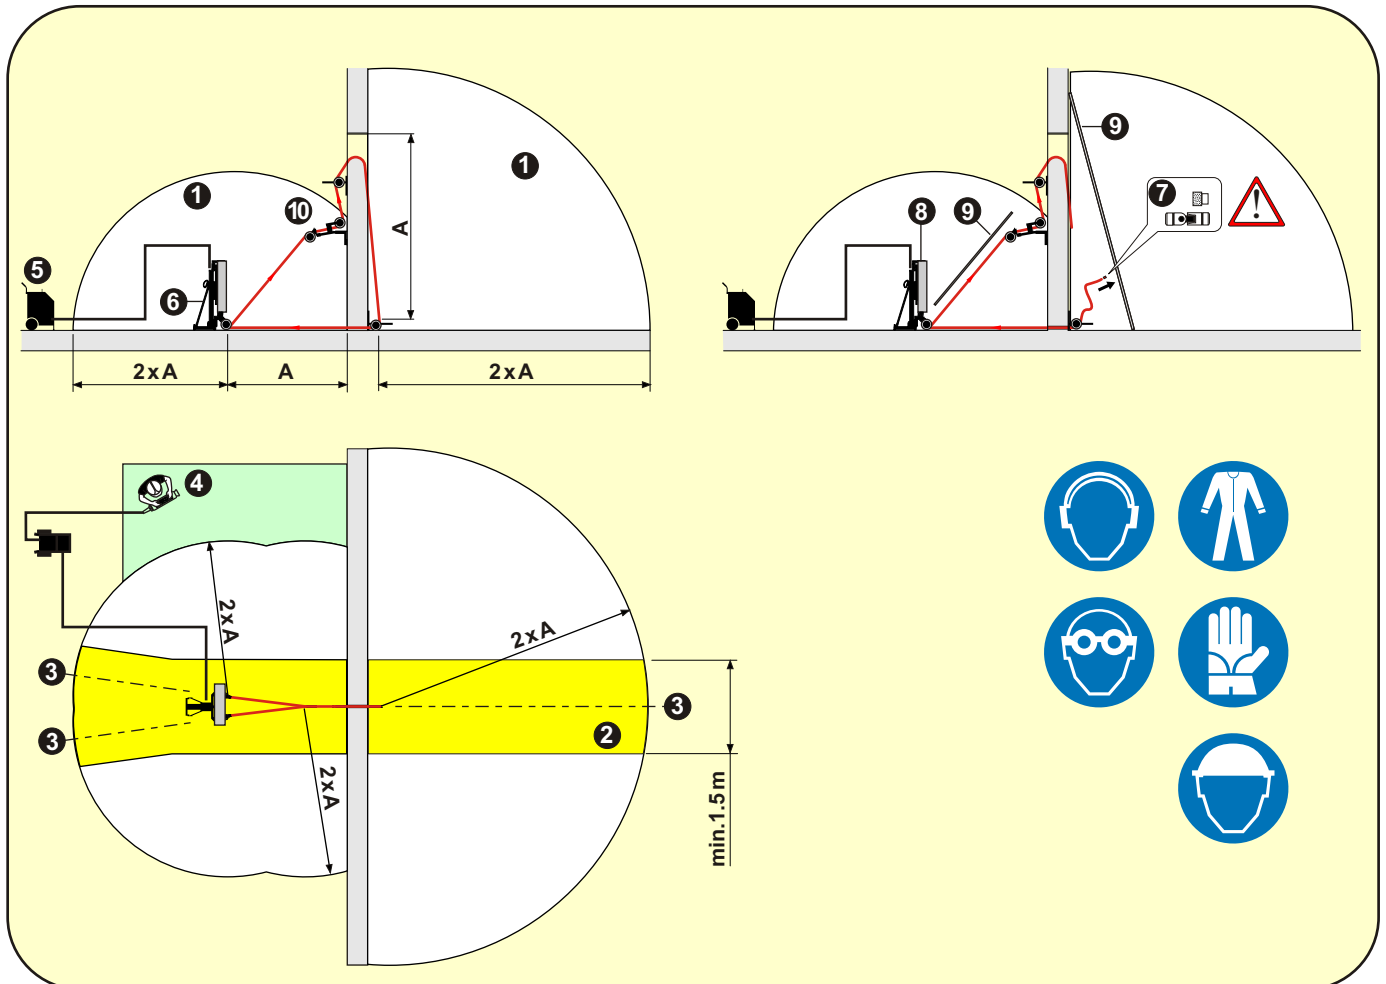
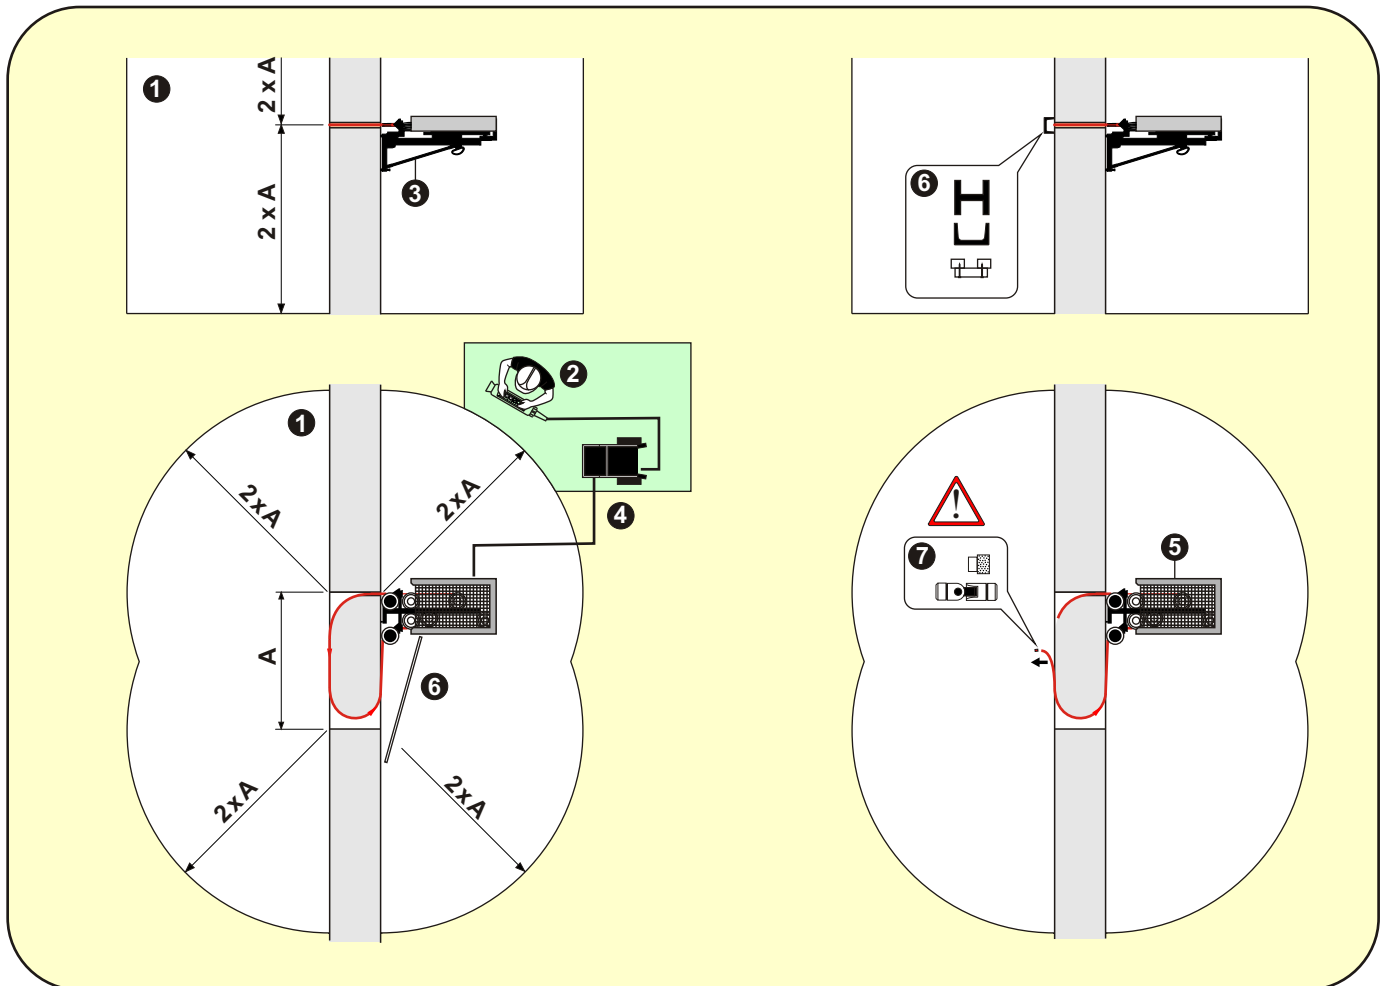

Bild 1 Gefahrenbereich
Bild 2 Gefahrenbereich bei Direktmontage
- 2.2 Sperren Sie den Gefahrenbereich (Bild 1/2/3 Pos.1) sichtbar so ab, dass während des Sägens keine Person den Gefahrenbereich betreten kann.
(Siehe Bild 1 / Direkt Montage Bild 2 / Bodenschnitt Bild 3)!
- 2.8 NIE ohne Seilsschutzvorrichtungen arbeiten (Bild 1 Pos.9, Bild 2+3 Pos.6)! Diese Vorrichtungen verhindern beim Reißen des Diamantseiles ein unkontrolliertes Wegfliegen von Segmenten und Verschlüssen (Bild 1/2/3 Pos.7).
Halten Sie sich grundsätzlich NIE in der Fluchtachse (Bild 1 Pos.3) des laufenden Diamantseiles auf (Gefahrenbereich Seilflucht Bild 1 Pos.2 beachten)!